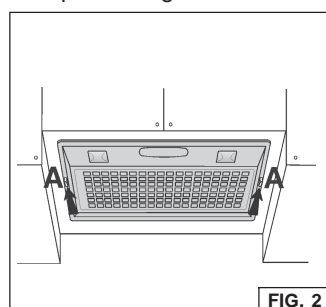

FIG. 2
1. Otez la grille en déplaçant les deux attaches latérales "A" (Fig.2).
Pour enlever le filtre à graisse ôtez la grille en enlevant les 2 attaches latérales "A" (Fig. 2); enlevez les fils métalliques puis le filtre à graisse (Fig. 9).
1. Ôtez la grille en déplaçant les deux attaches latérales "A" (Fig. 2).